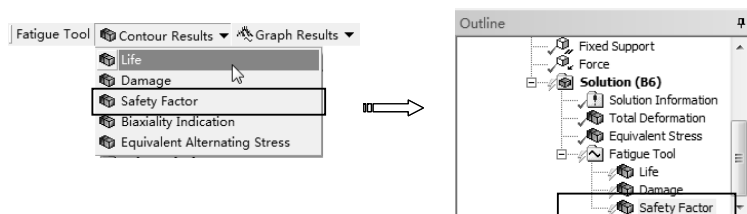

图 7-37 添加安全系数求解项
5) 求解安全系数。单击【Fatigue Tool】工具栏上的【Contour Results】|【Safety Factor】命令，此时在分析树中插入【Safety Factor】项，如图 7-37 所示。